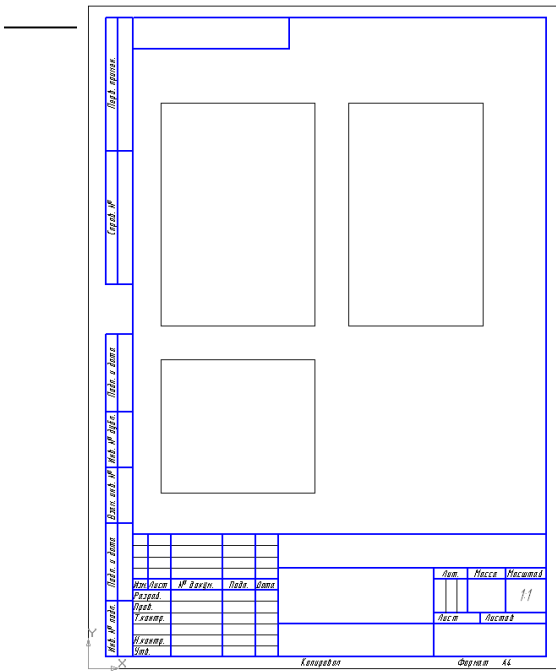

Рис. 13.3.
2.3. Выберите файл модели **Призма.m3d**. Переместите курсор в рабочее поле чертежа: вы видите габаритные прямоугольники стандартных видов модели (рис. 13.3).